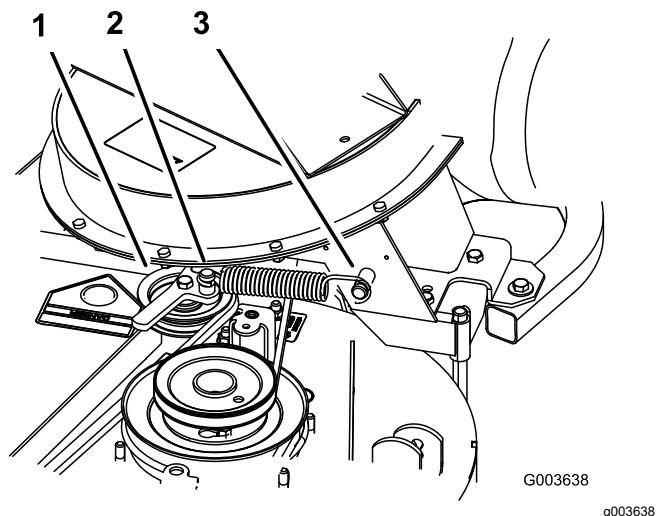

Figura 21
4. Instale el muelle según se muestra en Figura 21.